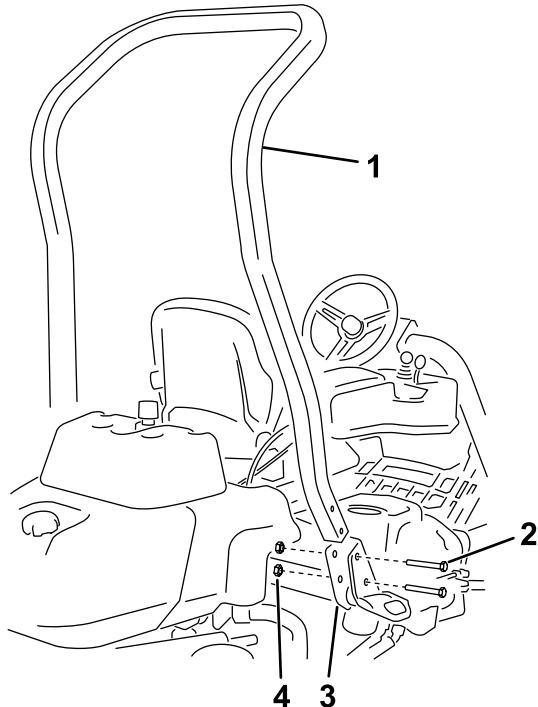

Figure 3
3. Utilisez 4 boulons (1/2" x 3 3/4") et 4 écrous à embase (1/2") pour fixer l'arceau de sécurité dans les supports du système ROPS de chaque côté de la machine, comme montré à la Figure 3.